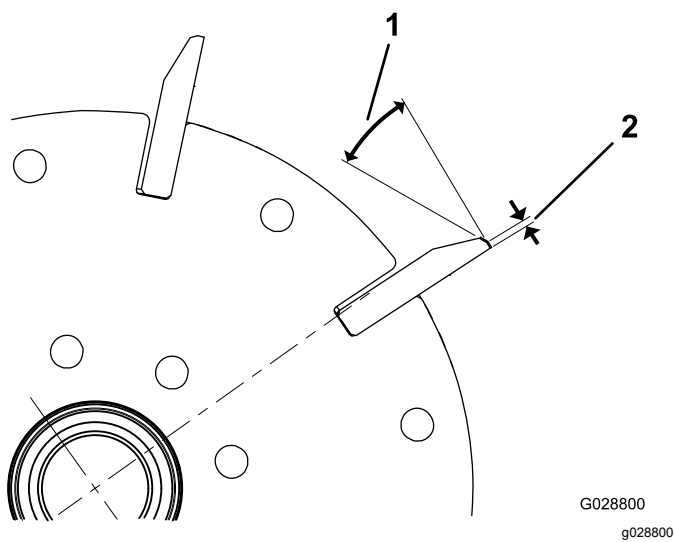

图25
- 1. 对所有滚刀棱面进行 30° 铲磨直至棱面宽度达到 1.3mm 图25。